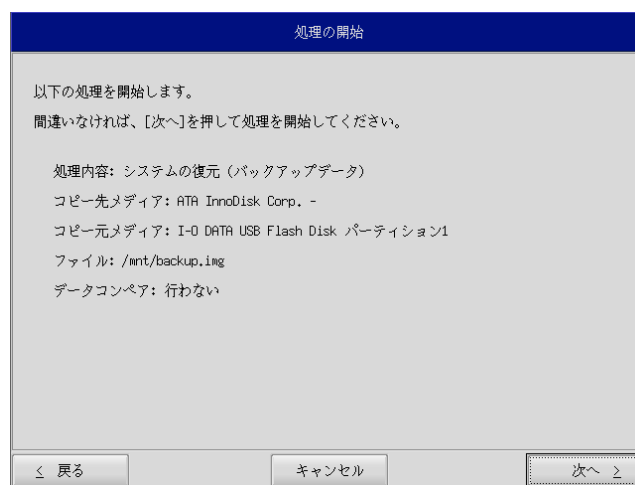

図 5-2-6. 確認画面
- ⑨ 確認画面(図 5-2-6)が表示されます。メディア、パーティション、バックアップファイルを確認します。